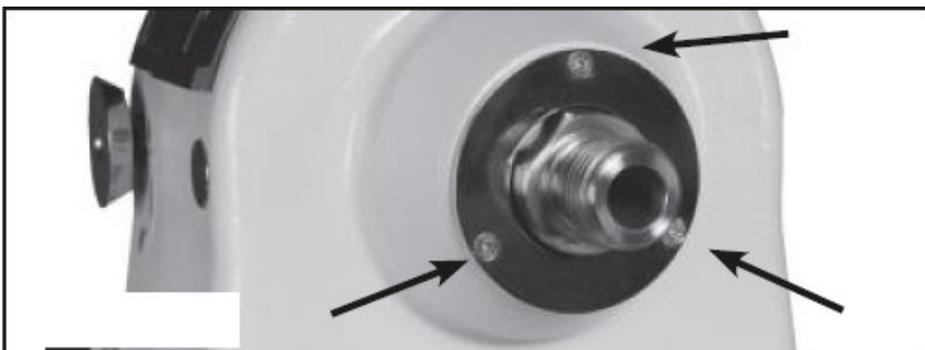

Abb.8-24: Spindelring
11. Lösen Sie die 3 Sechskantschrauben vom Spindelring und nehmen Sie den Ring vom Spindel ab (Abb. 8-24).